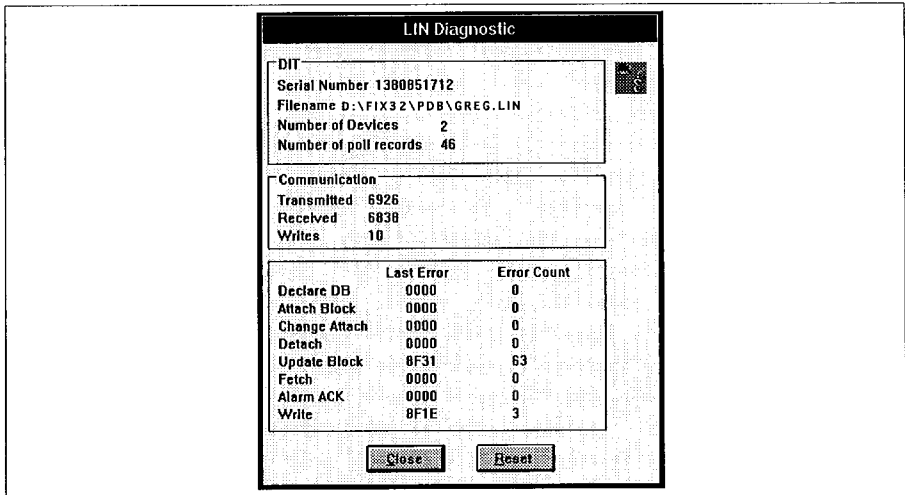

Figure 5-2 Boîte de dialogue LIN Diagnostic
- 2 Sélectionnez *Diagnostics* dans le menu *Diagnostics*. La boîte de dialogue **LIN Diagnostic** s'affiche à l'écran, voir figure 5-2.